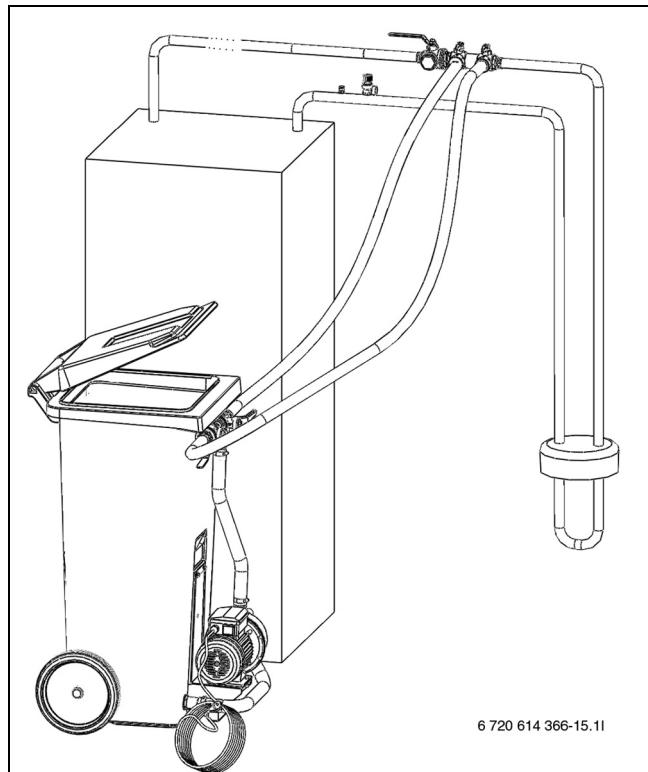

Рис. 24 Заполнение через станцию
- ▶ Подсоедините два шланга к заполняющей станции и узлу заполнения (\rightarrow рис. 24).